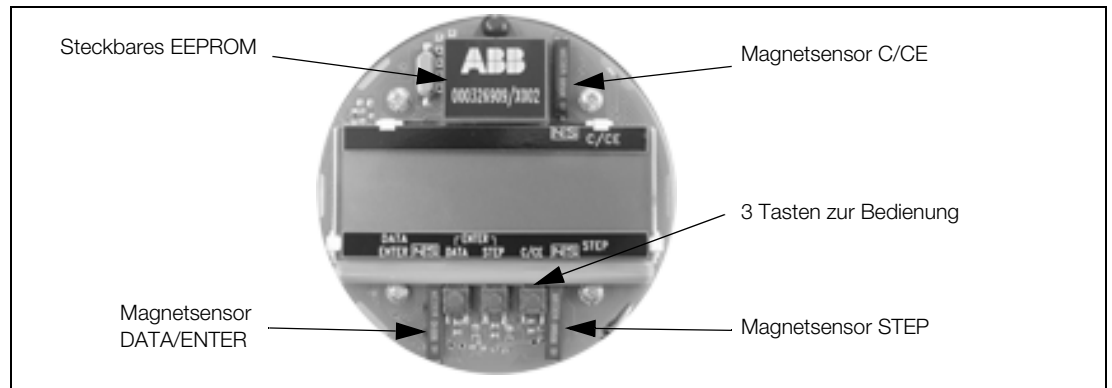

Abb. 64: Tastatur und Display des Messumformers
- das EEPROM auf der Displayplatte im Messumformer gesteckt ist, (siehe Abb. 64). Auf diesem EEPROM befindet sich ein Schild, welches die Auftragsnummer und eine Endzahl beinhaltet. Diese Endzahl befindet sich auf dem Typenschild des dazugehörigen Messwertaufnehmers. **Beide müssen identisch sein!**
Der Steckplatz für das ext. EEPROM befindet sich vorne auf der Displayplatte bzw. der EEPROM-Anschlussplatte bei der Version ohne Display (siehe Abb. 64).